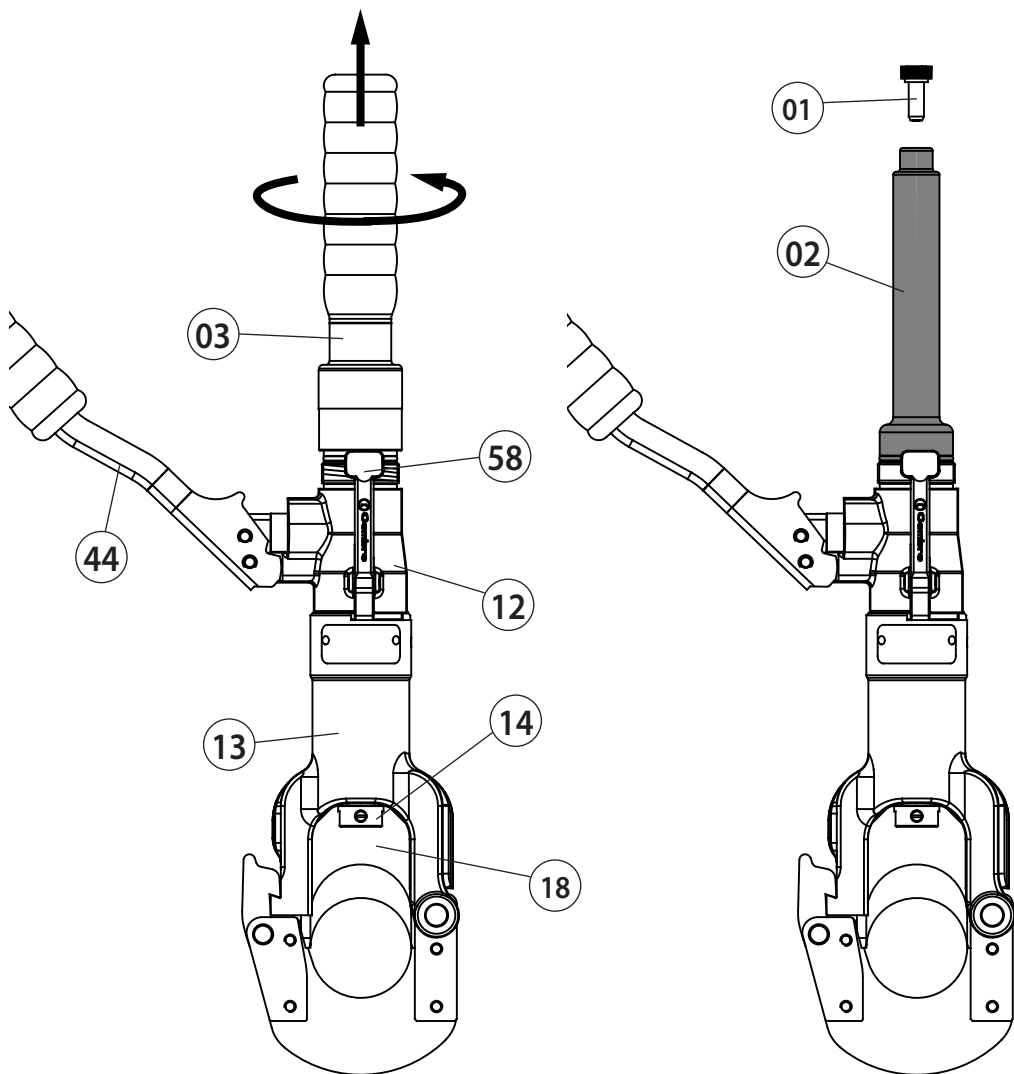

FIG. 2 TOOL POSITION FOR MAINTENANCE OPERATIONS
4. MANUTENZIONE (Rif. a Fig. 2)
- a – Capovolgere l'utensile, bloccarlo in una morsa in posizione verticale (fig. 2) con il manico mobile (44) divaricato.
- b – Svitare dal corpo (12) il manico fisso (03) e sfilarlo completamente mettendo in vista il serbatoio di gomma (02) dell'olio.
- c – Estrarre il tappo (01) dal serbatoio dell'olio.
- d – Azionare tre o quattro volte il manico mobile, facendo avanzare il pistone (14).
- e – Rilasciare la pressione dell'olio tramite la leva di sblocco pressione (58) fino a che il pistone (14) non sia arretrato completamente ed in modo che l'olio sia ritornato tutto nel serbatoio.